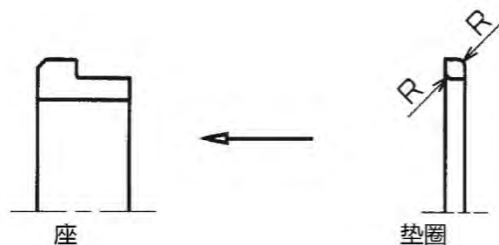

Fig 5.6-1 垫圈
- 1) 将垫圈 (4101) 装入座 (4750)，推入壳盖 (1610)。将垫圈装入座时，请注意垫圈的方向 (请参看图 5.6-1)